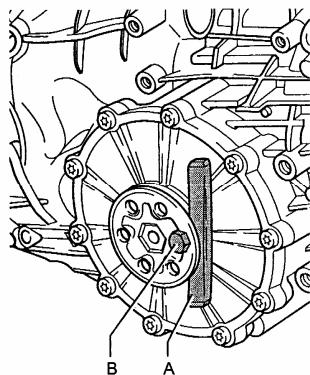

图 12-110 拆卸法兰轴
- (1) 向左转动转向装置至停止位。
- (2) 拆下右传动轴上方的护板，如果左传动轴上方有护板的话，也应拆下。
- (3) 把盛油盘放到下面。
- (4) 从法兰轴上旋松传动轴，操作时尽可能地把传动轴向上贴紧，这样就不会损坏传动轴的油漆。
- (5) 将一把起子或间隔 A 垫在法兰轴下面，转动螺栓 B，把法兰轴从差速器行星齿轮中拉出，如图 12-110 所示。如有困难，可转动法兰轴，也可将螺栓转入相应位置的螺丝孔中。